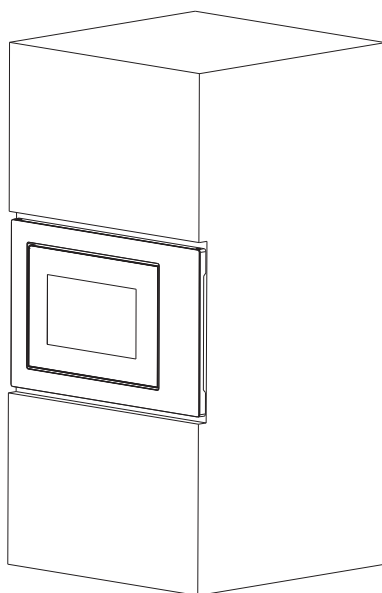

Fig.2
b) Duw de microgolfoven helemaal naar achter. (Fig.2)